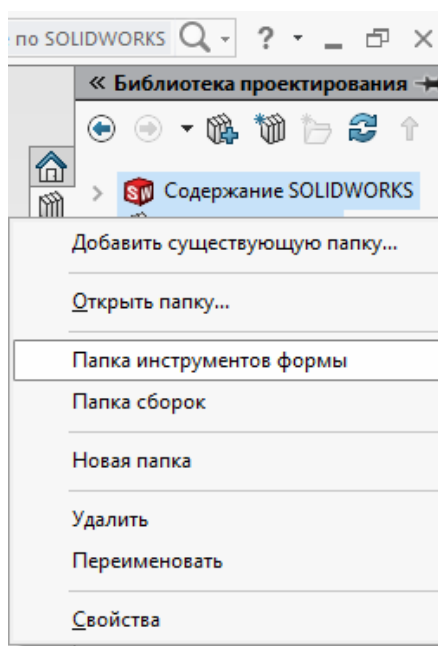

Рисунок 3 – выбор опции «Папка инструментов формы»
4. В библиотеке проектирования появилась созданная папка. Путем нажатия правой кнопкой мыши по папке вызвать контекстное меню. Выбрать опцию «Папка инструментов формы» (рис. 3).